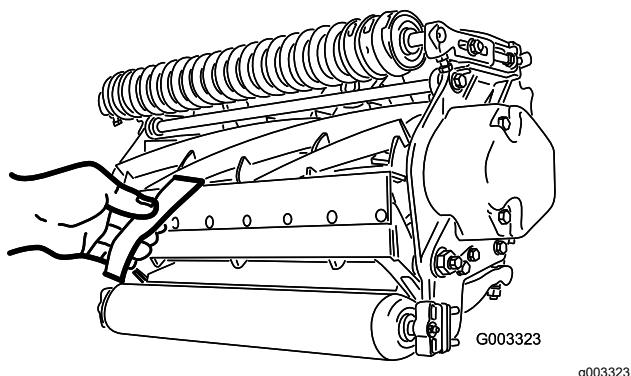

Рисунок 8
13. Вставьте длинную полоску специальной бумаги для проверки качества среза (№ 125-5610 по каталогу Toro) между барабаном и неподвижным ножом перпендикулярно неподвижному ножу (Рисунок 8), затем **медленно** вращайте барабан вперед; при этом нож должен разрезать бумагу; в ином случае поверните каждый регулировочный винт неподвижного ножа по часовой стрелке на один щелчок и повторяйте действия, описанные в этом пункте, до тех пор, пока нож не будет разрезать бумагу.